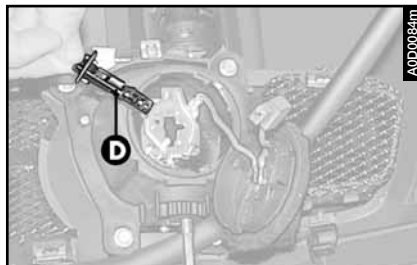

fig. 52
- desenganchar el muelle y sacar la lámpara (**D- fig. 52**).